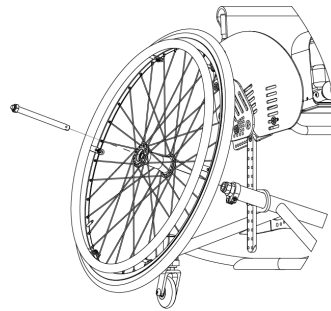

FIG. 10
- Asegúrese de que el botón "X", una vez montada la rueda (fig. 10), esté completamente liberado.